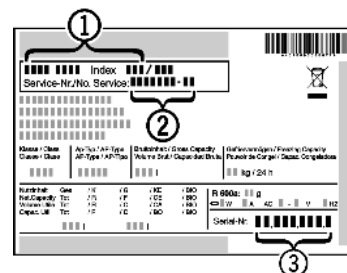

Fig. 23
- ▶ Identificați denumirea aparatului Fig. 23 (1), numărul de service Fig. 23 (2) și numărul de serie Fig. 23 (3) pe marca de fabricație. Marca de fabricație se află pe partea stângă în interiorul aparatului.
- ▶ Informații serviciul de asistență a clienților și comunicați tipul defecțiunii, denumirea aparatului Fig. 23 (1), numărul de service Fig. 23 (2) și numărul de serie Fig. 23 (3).